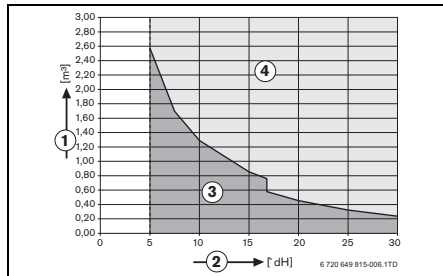

Bild 1 Anforderungen an Füll- und Ergänzungswasser für Geräte bis 50 kW
- ▶ Unbehandeltes Leitungswasser nach Trinkwasserverordnung oder vollentsalztes Füllwasser mit einer Leitfähigkeit von ≤ 10 Microsiemens/cm verwenden (→ Bild 1). Grundwasser ist nicht gestattet. Bei Verwendung von Wasserzusatzmitteln, vorab Ihre Buderus-Niederlassung kontaktieren.